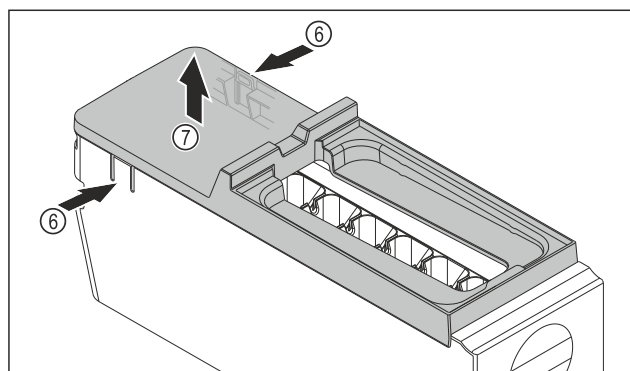

Fig. 111
- ▶ Wyjmowanie osłony korpusu EasyTwist-Ice: Docisnąć jedną ręką nakładki Fig. 111 (6) po obu stronach korpusu EasyTwist-Ice.
- ▶ Drugą ręką wyjąć osłonę Fig. 111 (7) ku górze.